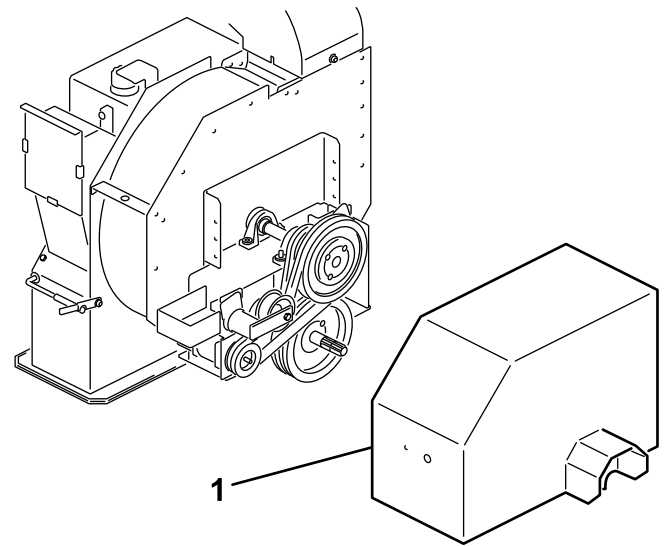

Figure 13
1. Déposez la protection qui recouvre les poulies (Figure 13).
2. À l'arrière du cadre, desserrez le boulon qui fixe le tendeur de courroie au cadre (Figure 13).
1. Desserrez les boulons et écrous qui fixent la protection au carter de la turbine (Figure 13) et déposez la protection.